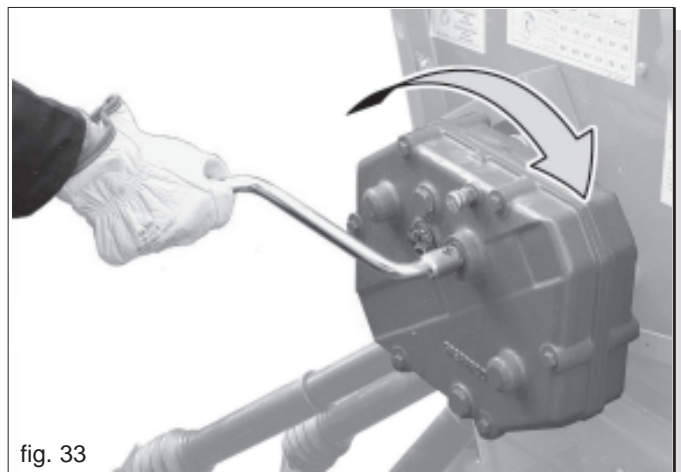

fig. 33
- 4) Insérer la manivelle (Fig. 33) dans l'arbre de la boîte de vitesse et tourner dans le sens des aiguilles d'une montre.